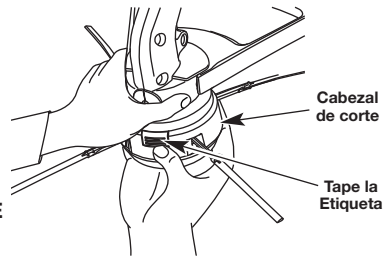

Fig. 13
1. Quite la tapa del cabezal de corte haciendo presión sobre ambas lengüetas de la tapa y luego tirando de la tapa hacia abajo. (Fig. 13)